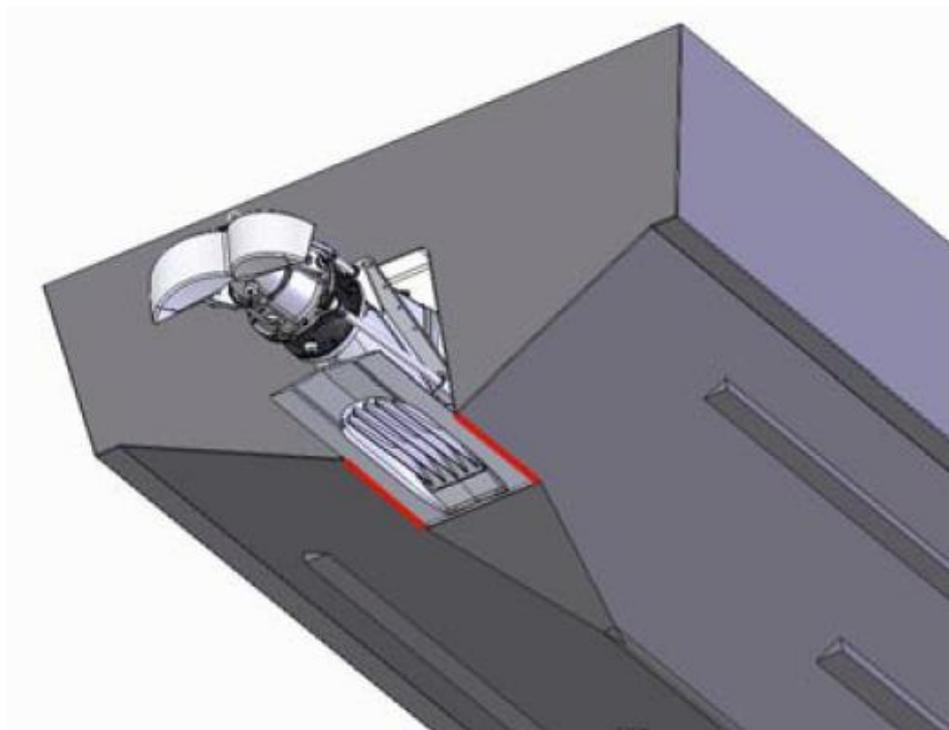

Figura 17. Sigillare la piastra inferiore
6. Eliminare il materiale che è fuoriuscito su tutto il perimetro ed intorno ai fori (Figura 17).